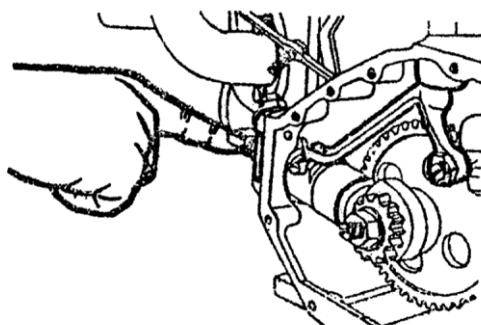

рис. 8.1
- При установке наклонной направляющей вилки убедитесь, что шарик на раме впрыскивающего насоса вставлен в паз наклонной направляющей вилки, а задняя часть рамы защищает корпус впрыскивающего насоса на 5~6 мм (Рис. 8.1).